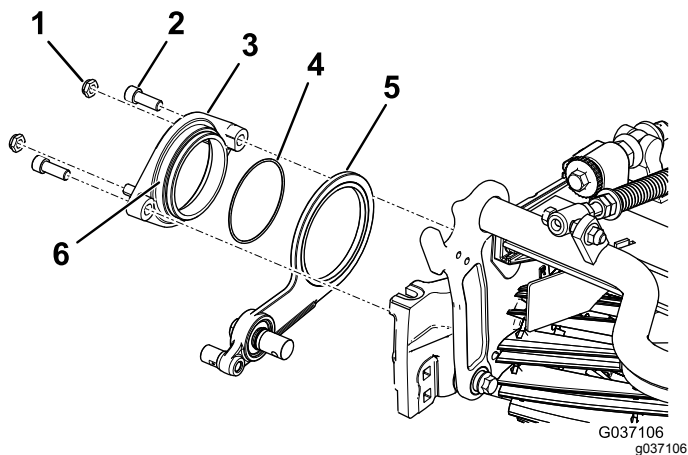

Figura 9
3. Aplique compuesto antigripante en el diámetro exterior del conjunto del cubo de giro (Figura 9).
- Coloque el cubo de giro sobre el brazo libre y fíjelo al molinete con 2 pernos allen (Figura 9).
- Instale provisionalmente las 2 contratuercas en el cubo de giro (Figura 9).